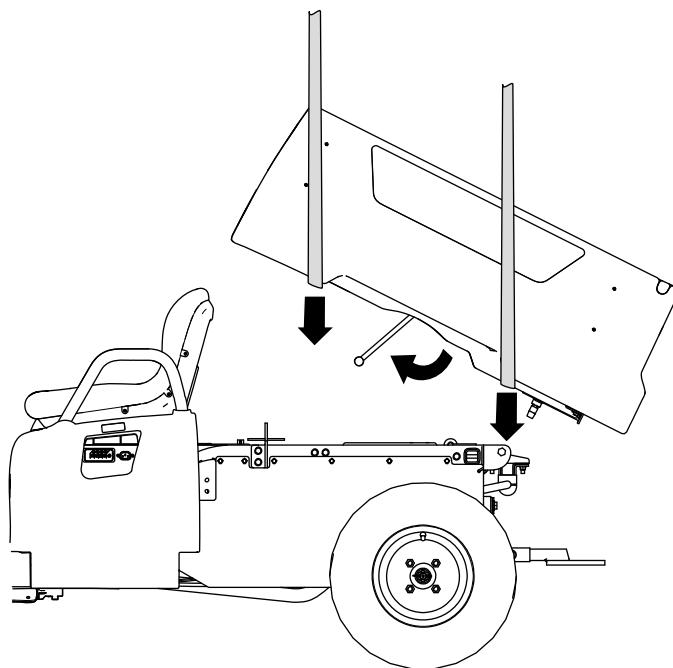

図4
3. 荷台の前後にホイストなどの昇降装置を使って荷台を吊り上げ、ピボットブラケットアセンブリを後ろ側にむけて、車体に装着できるように位置合わせを行う 図4。